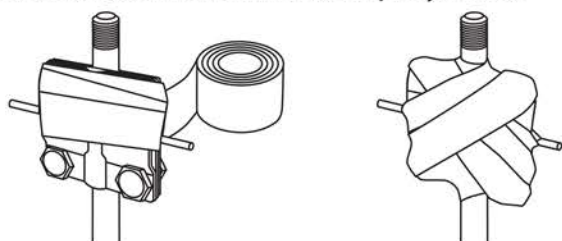

Рисунок 6. Гидроизоляция крестового соединителя
7.10. Крестовые зажимы, соединенные со штырями и проводником, необходимо обмотать гидроизоляционной лентой (см. рисунок 6).